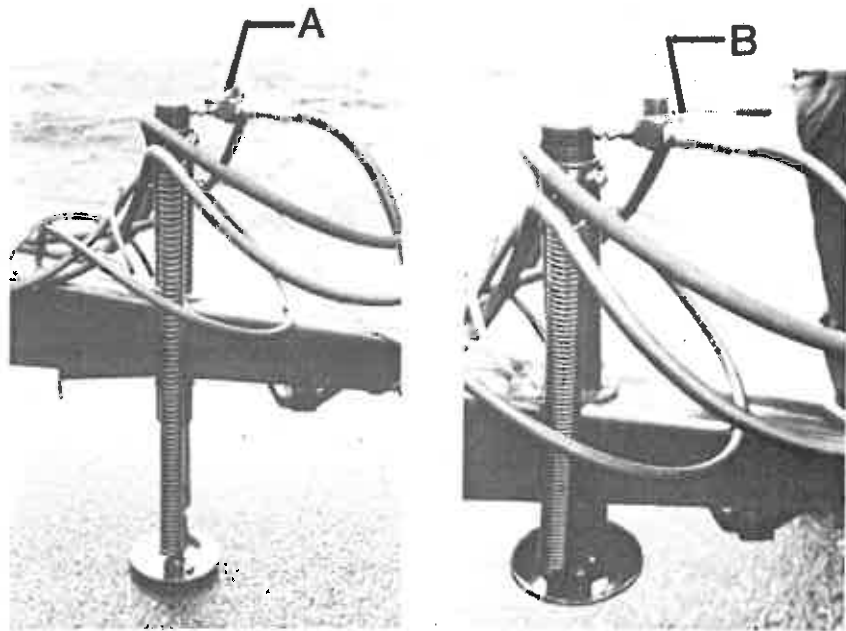

Fig. 4. Hydraulisk støtteben
4. HYDR. STØTTEBEN Fig. 4.
Alle hydr. slanger skal være tilkoblet traktoren, håndtag A fig. 4 drejes på tværs af kørselsretningen. Fjernudtagshåndtaget på traktoren aktiveres, og støttebenet vil gå ud. Når passende længde er nået, sættes fjernudtaget på neutral, støttebens-håndtaget B fig. 4 drejes til langs med kørselsretningen. Traktoren kan nu frakobles.